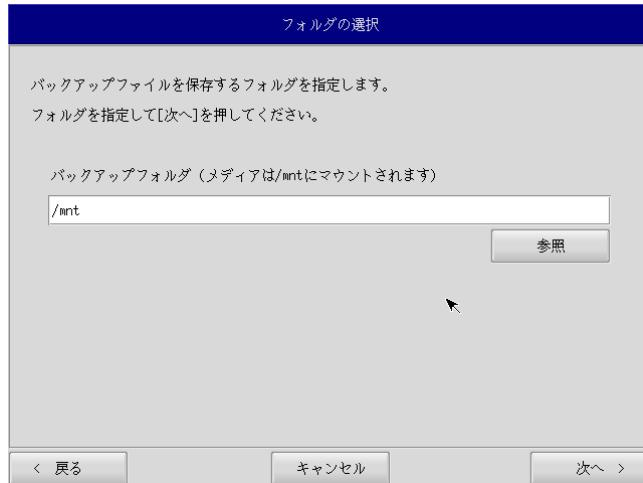

図5-3-3. フォルダ選択画面
- ⑤ フォルダ選択画面（図5-3-3）が表示されます。[参照]ボタンを押します。
- ⑦ フォルダ選択画面（図5-3-3）で指定したバックアップフォルダが入力されていることを確認します。[次へ]ボタンを押します。